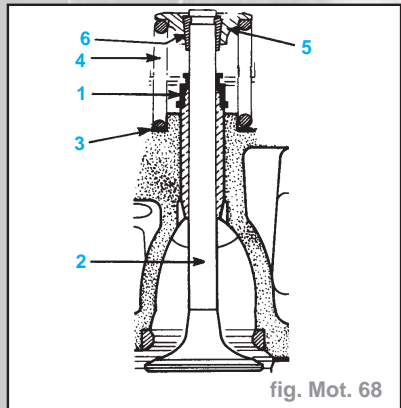

fig. Mot. 68
- Placer les joints d'étanchéité (1) de queue de soupape (fig. Mot. 68).